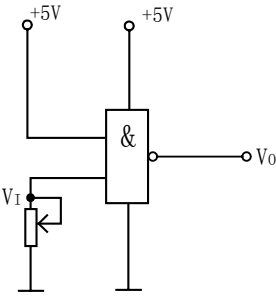

图 1-2
2、测试四二输入与非门 74LS00 的输入负载特性。测试电路如图 1-2 所示。请用万用表测试，将 V_I 和 V_O 随 R_I 变化的值添入表 1-2 中。